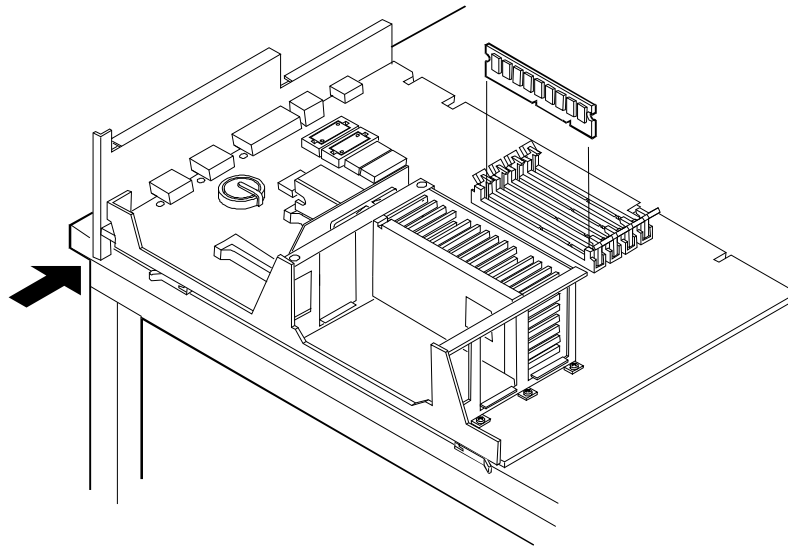

Abbildung 5-5. Installieren von DIMM-Modulen auf der Systemplatine
3. Legen Sie die Systemplatine flach und mit den Bauteilen nach oben gerichtet auf eine antistatische Oberfläche. Achten Sie darauf, daß die obere hintere Ecke der Systemplatine über die Arbeitsoberfläche hinausragt (siehe Abbildung 5-5).